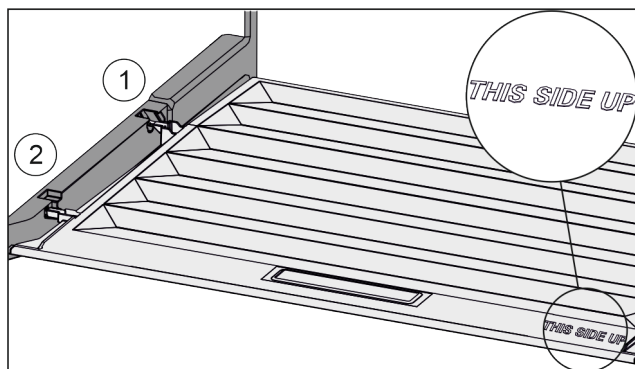

Fig. 55
- ▶ Výstupky víka zaveďte do zadních držáků Fig. 55 (1) a vpředu zaklesněte do držáku Fig. 55 (2).